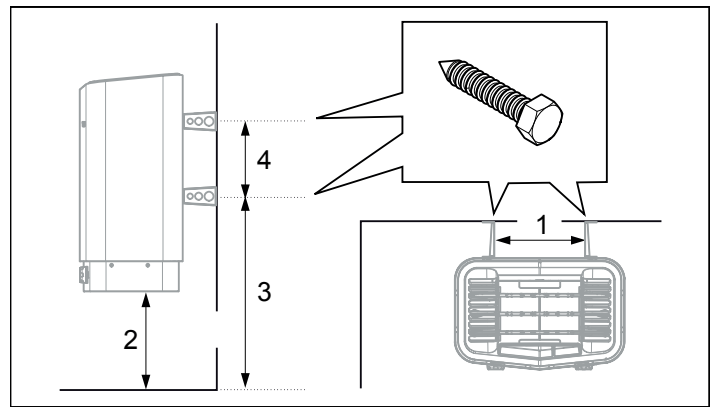

Fig 8: Måttsättning
6. Placera konsolskruvarna enligt måttsättning se Fig 8.